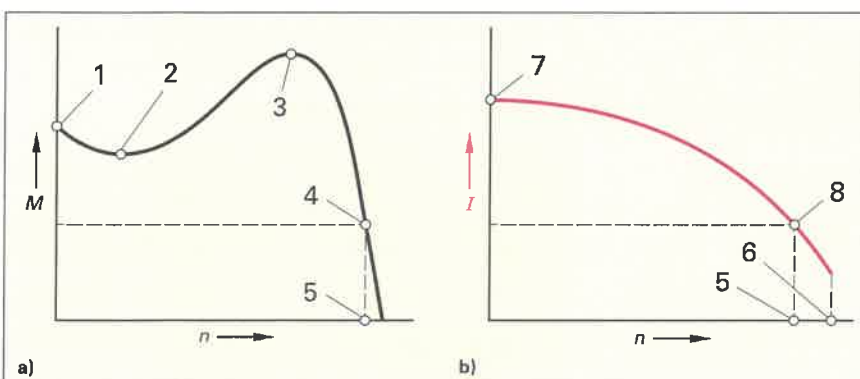

Bild 2: a) Drehmoment-Drehzahl-Kennlinie und b) Strom-Drehzahl-Kennlinie eines Drehstrom-Asynchronmotors
5. Benennen Sie nach **Bild 2 a** und **2 b** die wichtigen Kennwerte 1 bis 8 für des Betriebsverhalten eines Drehstrom-Asynchronmotors.